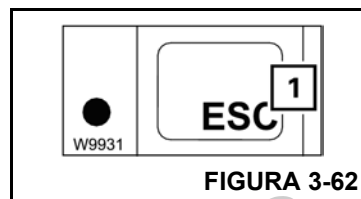

FIGURA 3-62
Pressione uma vez o botão *Esc* (1) (Figura 3-62). Será aberto o mesmo menu que estava aberto antes do submenu de atenção abrir.